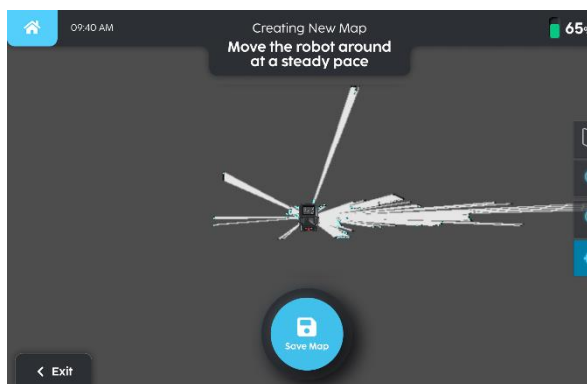

Fig. 3
1. Beweeg de robot rond het reinigingsgebied, houd de snelheid van de robot constant. (Fig. 3).